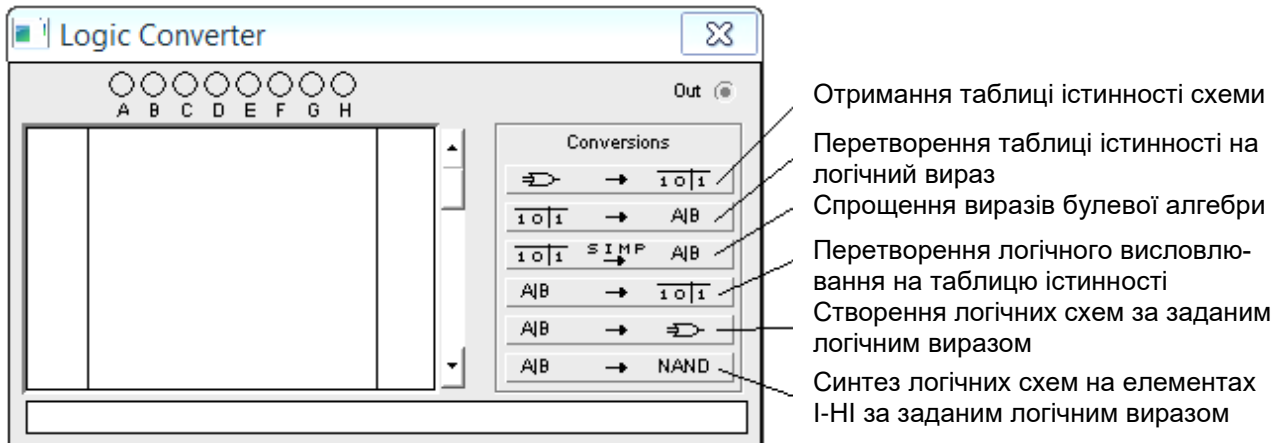

Рис. 2.57. Розширене зображення логічного перетворювача
На екран виводиться зменшене зображення логічного перетворювача (див. рис. 2.43), подвійним клацанням на яке викликається розширене зображення логічного перетворювача (рис. 2.57).
1. Логічний аналізатор n -вхідного пристрою з одним виходом (входи досліджуваного пристрою під'єднуються до клем $A - H$, а вихід – до клем OUT). У цьому випадку, використовуючи відповідні кнопки керування (див. рис. 2.57), отримуємо: